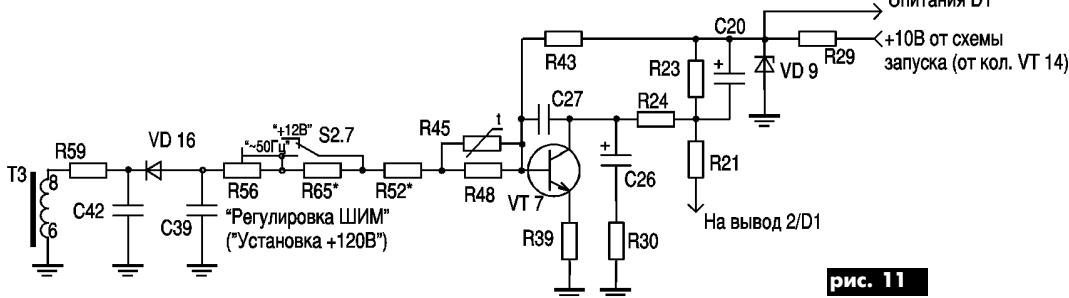

рис. 11
**Каскад ШИМ.** Каскад собран на транзисторе VT7 типа КТ315 (рис.11) и обеспечивает получение постоянного напряжения управления, которое зависит от выходных напряжений БП. Это напряжение поступает на вывод 2 МС D1 и управляет длительностью импульса на выходе микросхемы.